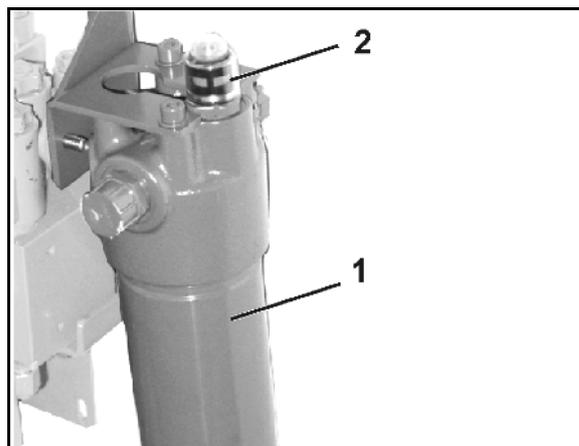

Fig. 97
1. Soltar o bocal de lubrificação cónico (Fig. 97/1) na forqueta de ligação (Fig. 97/2) do veio de transmissão – através da abertura no lado de baixo do cone de protecção.
2. Retire o parafuso transversal (Fig. 97/4) entre o flange da forqueta (Fig. 97/3) do veio de transmissão e o flange do veio de entrada da caixa de velocidades.